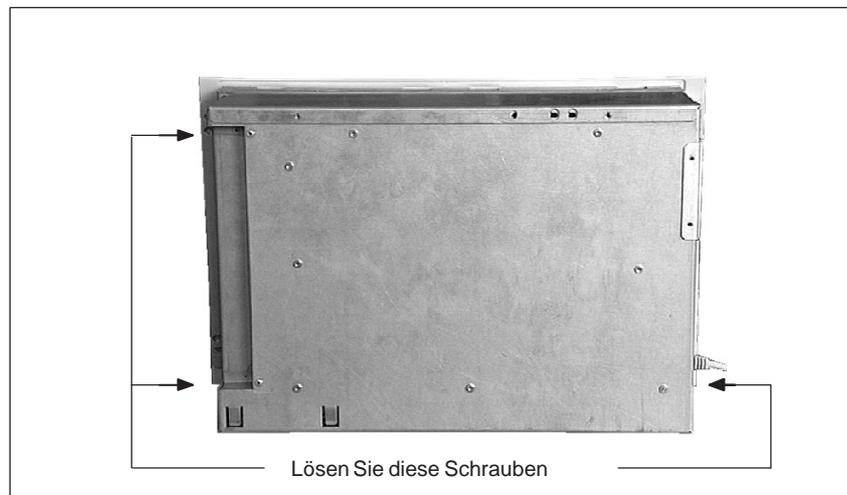

Bild 1-3 Öffnen des Systemgehäuses
- Lösen Sie die drei Schrauben (siehe Bild 1-3).